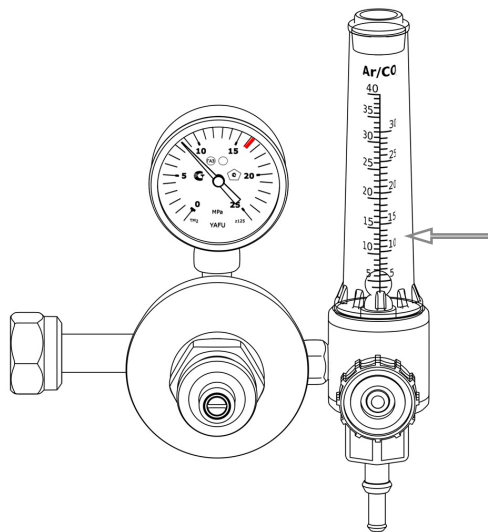

Рис. 8.5. Расход защитного газа.
10. С помощью регулятора (см. рис. 8.5) установите необходимый расход защитного газа (от 4 до 25 л/мин. в зависимости от выполняемых задач или см. табл. 8.4, 8.5).